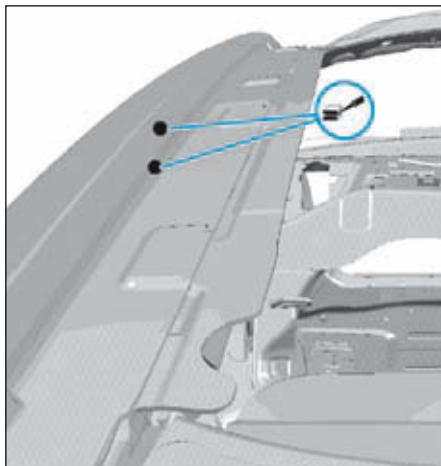

FIG.71
- Appliquer les cordons de colle sur la couronne de pavillon à l'aide du pistolet à cartouche double (Fig.71).